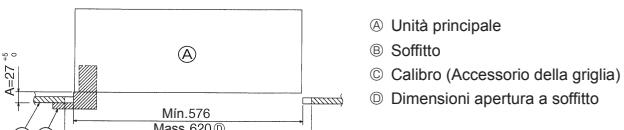

Fig. 2-6
- Se l'unità principale non può essere allineata contro il foro di montaggio sul soffitto, è possibile rimediare a questo inconveniente tramite un'apertura presente sulla piastra di montaggio. (Fig. 2-6)